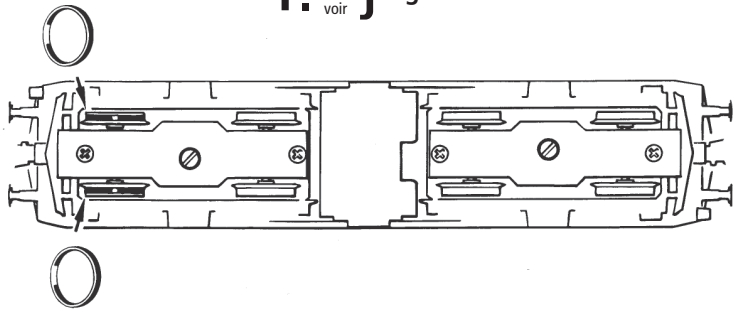

Fig. 9
2. Schmierung: Versehen Sie die im Schmierplan in Fig. 9 gekennzeichneten Stellen mit nur **kleinen Öltropfen**. Dazu zuerst das Lokgehäuse abnehmen (Fig. 3). Wir empfehlen den ROCO **Öler Art.-Nr. 10906**. Fürs Schmieren der Getriebeteile (Zahnräder, Schnecke) empfehlen wir das **ROCO-Spezialfett Art.-Nr. 10905**. Im Falle der Schmierung diese Teile **nicht ölen**.
2. Lubrication: Apply **tiny oil drops** to spots marked in fig. 9. Prior to lubrication dismantle locomotive (fig. 3). We recommend using item no. **10906, ROCO oiler**. For lubrication the gearparts (e.g. cogwheels, worm) we would recommend our ROCO **special grease** (item no. **10905**).
2. Graissage: N'appliquez **qu'une toute petite goutte** aux endroits indiqués par le plan de graissage (fig. 9) après avoir démonté la caisse de la locomotive (fig. 3). Nous vous recommandons **le graisseur à huile ROCO réf. 10906**. Pour graisser les engrenages (roues dentées, vis sans fin) nous vous conseillons la **graisse spéciale ROCO réf. 10905** pour engrenages en matières synthétiques. Lorsque vous utilisez cette graisse il faut éviter d'huiler ces composants.